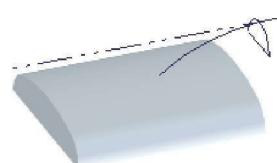
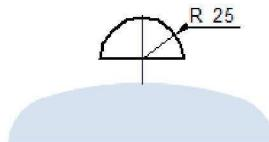

图 2.8 草图 2 (建模环境)
图 2.9 草图 2 (草绘环境)
Step5. 创建图 2.8 所示的草图 2。在 **草图** 区域中单击 按钮，选取平面 4 为草图平面，进入草绘环境，绘制图 2.9 所示的草图 2，单击 按钮，退出草绘环境。